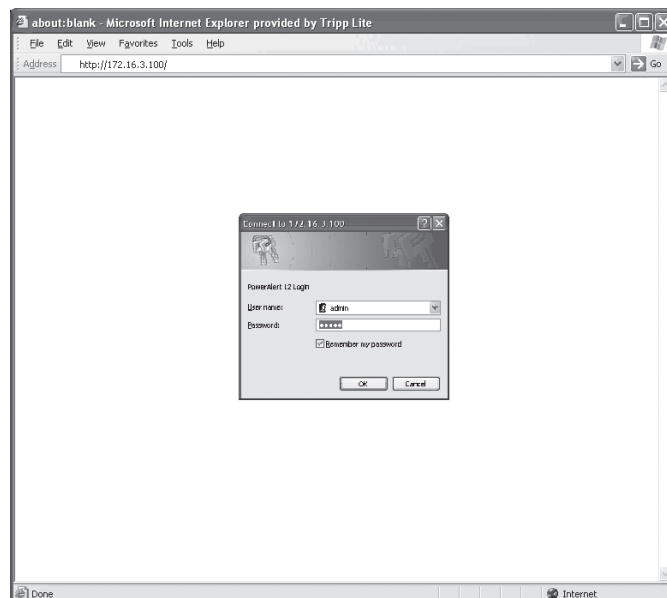

Figura 3-1: Inicio de sesión en la consola del Web
3. Se le solicitará un nombre de usuario y una contraseña (Figura 3-1). El nombre de usuario predeterminado para el administrador es **admin** y la contraseña predeterminada es **admin**.